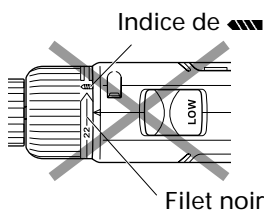

Fig. 10
- Pour éviter tout dommage, ne pas utiliser avec le capot réglé avec le filet noir entre le nombre "22" et l'indice de forage "▲". (Voir Fig. 10.)